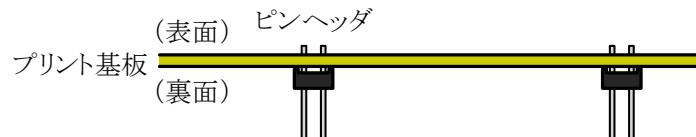

図10 ピンヘッダの取付け方
- ⑦ 組立て基板を制御ボードに差し込むためのピンヘッダ (CN1, CN2) は、図10に示すようにプリント基板の裏面から挿入し、底面の突起がプリント基板に密着するように取付け、表面のランドをはんだ付けする。